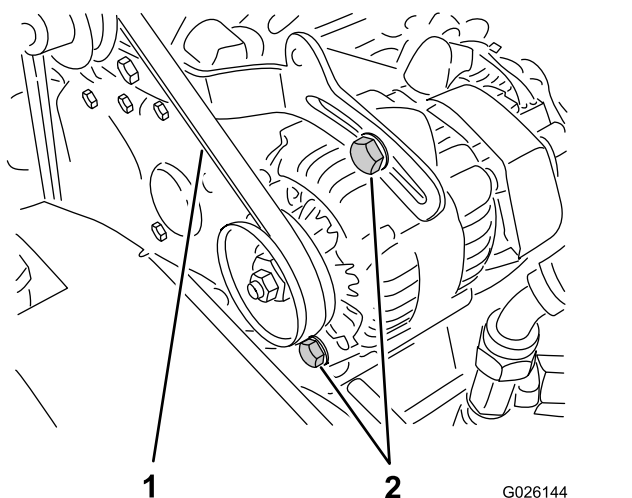

Figure 67
2. Contrôlez la tension de la courroie en exerçant une force de 10 kg sur le brin à mi-chemin entre les poulies d'alternateur et de vilebrequin (Figure 67).
- A. Desserrez les 2 boulons de fixation de l'alternateur (Figure 67).
soit correcte, puis serrez les boulons de fixation (Figure 67).